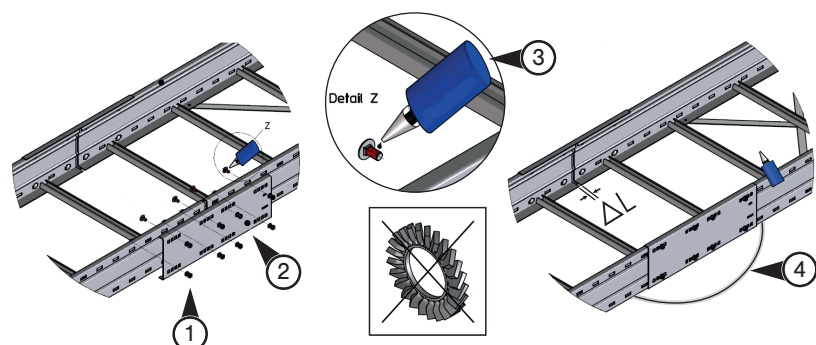

Bild 4 Verbinder als Loslager montieren
1. Ermitteln Sie den Ausdehnungsabstand wie in Kapitel 7.1.2 auf Seite 13 beschrieben (siehe ΔL in Bild 4).
2. Befestigen Sie die Verbinder fest mit einer der beiden zu verbindenden Kabeltrassen, siehe Bild 4 Nr. 1.